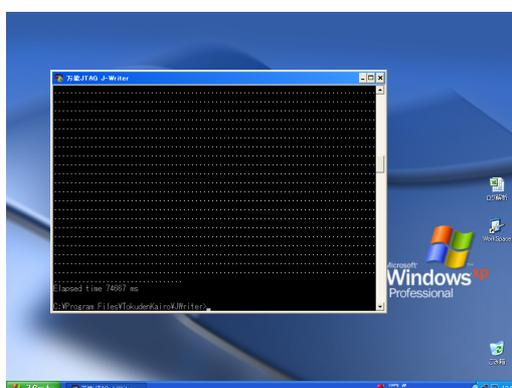

図9.7 書込完了
⑤write、verify と続き、図9.7のような画面が表示されると、書込完了です。